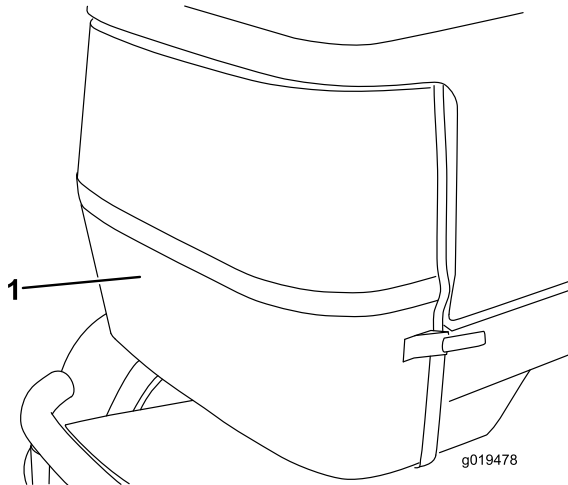

Figure 73
2. Déverrouillez et ouvrez la protection arrière (Figure 73), et nettoyez-la soigneusement.